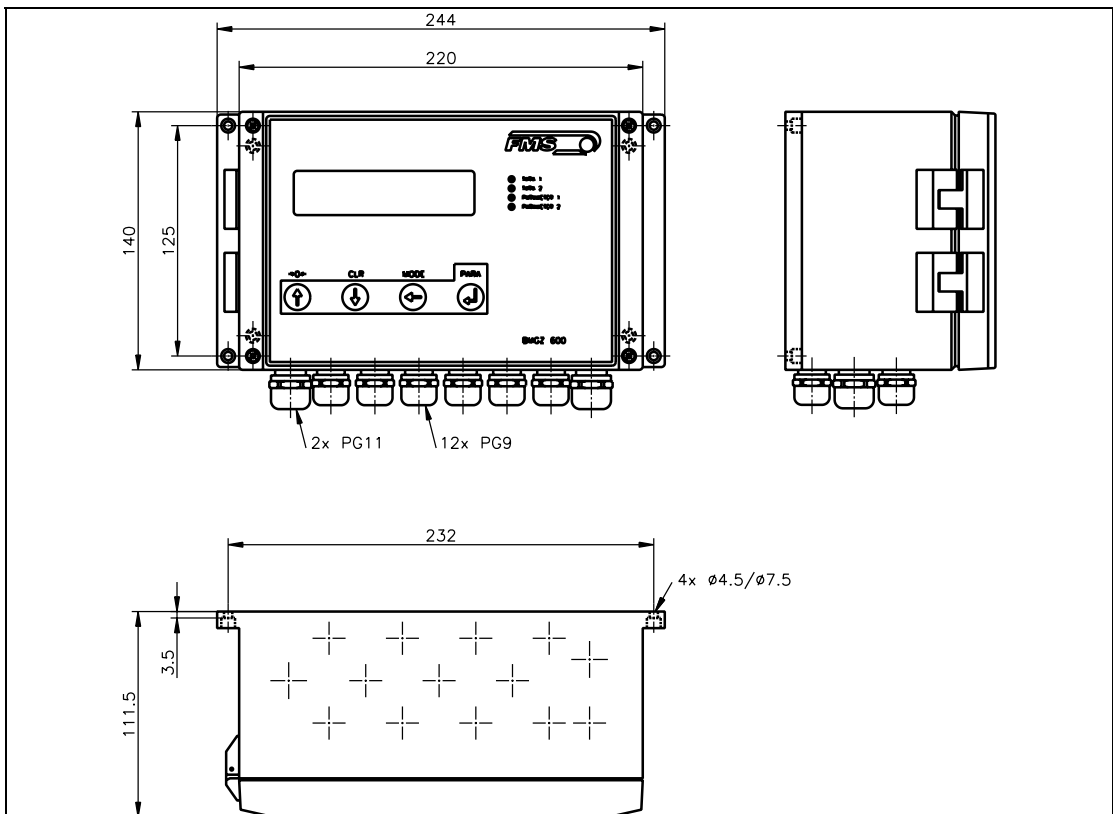

Bild 6a: Abmessungen der Auswertelektronik (Gehäuse „W“).
BMGZ6xxA.W	Standardgehäuse für Wandmontage (Bild 6a)
- BMGZ6xxA.W: Wandgehäuse (Aluminium; IP54) (Bild 6a)